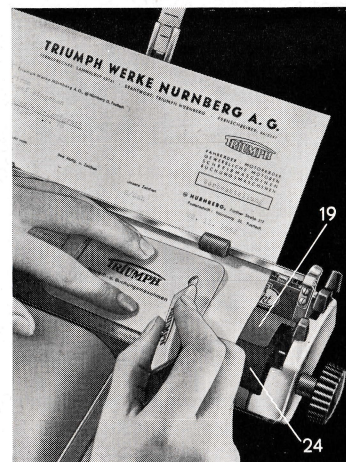

Abb. 7
Bei Korrekturen dreht man den eingespannten Bogen so weit nach oben, bis die Fehlerstelle auf dem Papierableiter (19) zu liegen kommt. Den Wagen verschiebe man soweit wie möglich nach rechts oder links, damit kein Radierstaub in die Maschine fallen kann (Abb. 7). Damit nach dem Radieren der auszubessernde Buchstabe an der richtigen Stelle zum Abdruck kommt, visiert man die Korrekturstelle mit der schwarzen Marke am Kartenhalter (21) an und dreht die Schreibwalze zurück, bis die Schriftunterkante mit der Skalenlinie der Zeilenrichter (17) übereinstimmt.